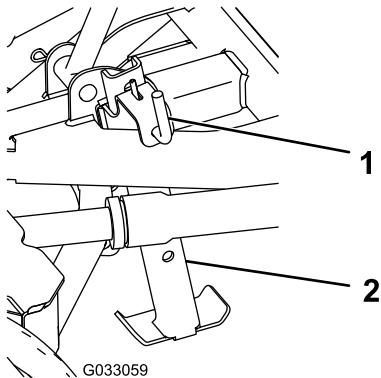

Figure 4
2. Tirez sur la goupille à ressort pour débloquer la béquille et l'abaisser (Figure 4).